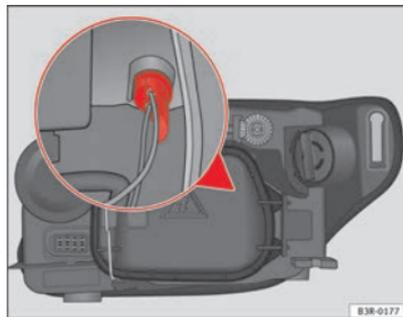

Fig. 207 Lâmpada da luz de presença
- Extraia o porta-lâmpadas agarrando-o pela pega ⇒ fig. 207 (também se pode extrair puxando pelos cabos do porta-lâmpadas).